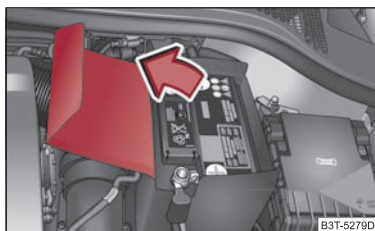

Fig. 41 Vano motore: coperchio di poliestere della batteria della vettura
- Aprire il coperchio della batteria nel senso indicato dalla freccia ⇒ fig. 41.